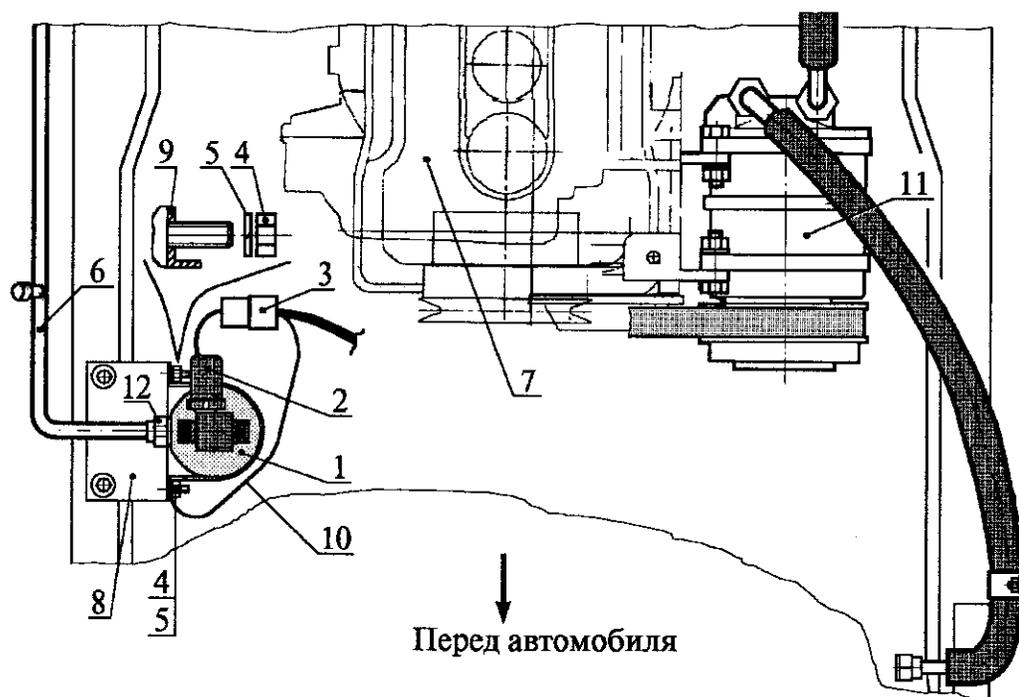

Рис. 9. Снятие ресивера с датчиком давления в сборе:
4.6. Снять ресивер 1 (рис. 9) с датчиком 2 давления в сборе